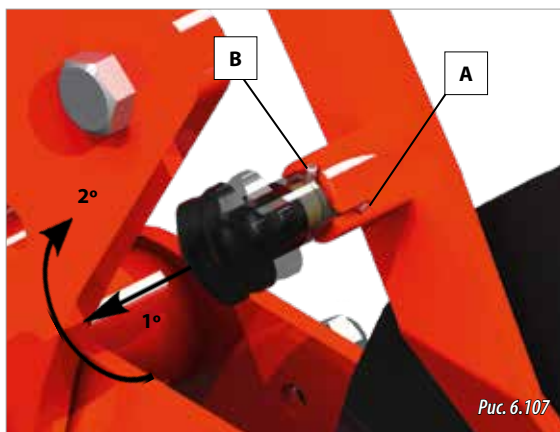

Рис. 6.107
- 2- Потянуть страховочную ручку (1, рис. 6.106) и поместить ее в точку отключения на раме (3, рис. 6.106). Для фиксации этого положения повернуть круглую ручку до тех пор, пока штифт не будет в положении А (рис. 6.107).
Чтобы разблокировать прижимное колесо семян из положения отключения, потянуть страховочную ручку (1, рис. 6.106) и повернуть штифт, пока он не достигнет положения В (рис. 6.107).